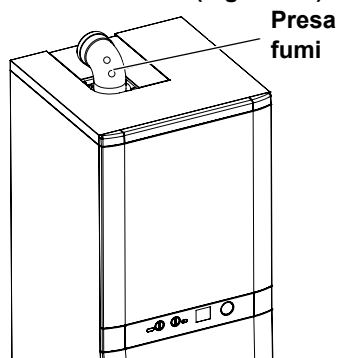

Figura 6.5
**Riempire il sifone scarico condensa con circa mezzo litro d'acqua per evitare che alla prima accensione esca fumo. Per questa operazione si può usare la presa fumi posta sullo scarico fumi (Figura 6.5).**